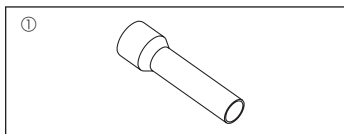

Fig. 1-1
1.6. Accesorios de la unidad exterior (Fig. 1-1) (SW160, 200)